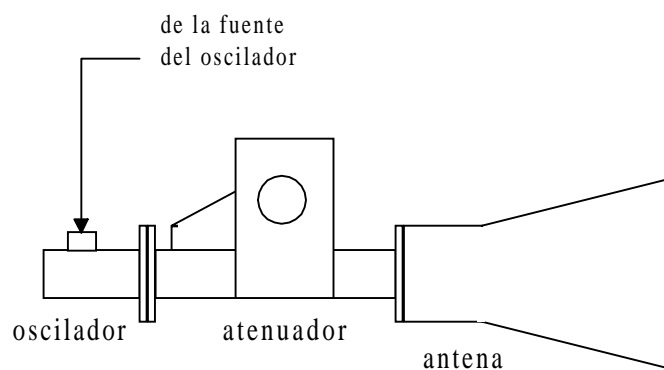

Figura 6. Conexiones para la antena de corneta en el emisor
- 5) Las antenas de corneta trabajan a una frecuencia mayor al límite del generador de RF, por lo que se utilizará el oscilador del equipo de microondas como generador. Realice las conexiones indicadas en la figura 6 para el emisor.